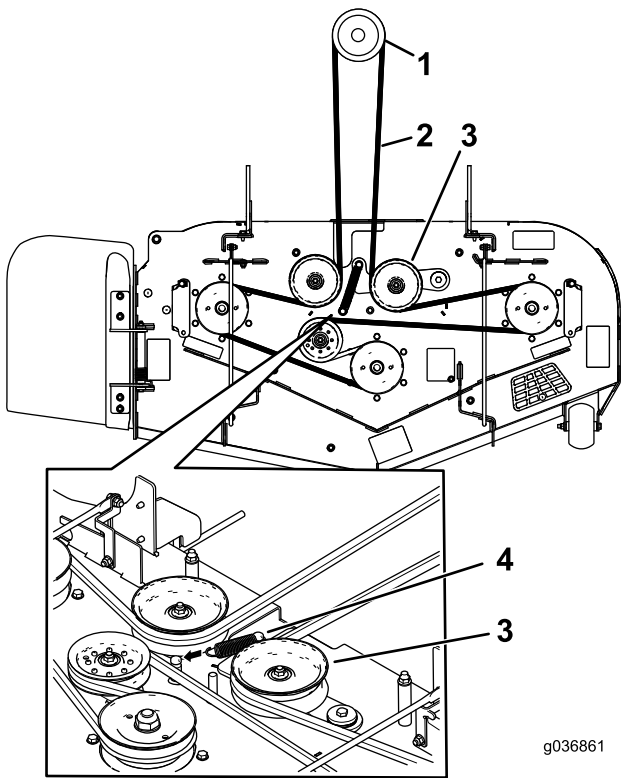
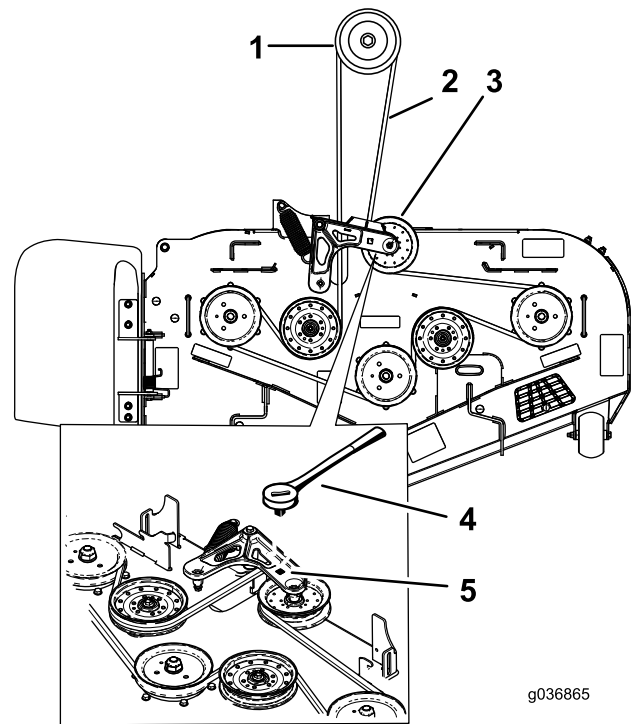

Bild 26
Bild 28
1. Lassen Sie am Mähwerk die Federspannung an der gefederten Spannscheibe ab, siehe Bild 26 oder Bild 28.
Hinweis: Führen Sie für Gebläse der Serie 78486, 78487, 78488, 78404, 78405 und 78406 eine Ratsche in das rechteckige Loch im Spannarm ein, um die Spannung an der Spannscheibenfeder zu lösen (Bild 28).
- Verlegen Sie den Mähwerkriemen um die gefederte Spannscheibe (Bild 26 oder Bild 28).